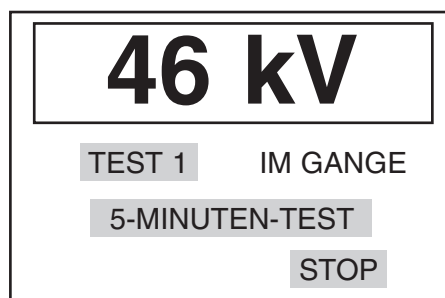

Abbildung 6 Bildschirm: Anliegende prüfspannung
2. Nach Ablauf der Anfangsstezeit wird die Prüfhochspannung eingeschaltet und an die Ölprobe gelegt. Es erscheint ein Bildschirm mit 'TEST 1', der der Darstellung in Abbildung 6 ähnlich ist.
2. Nach Ablauf der Anfangsstehzeit wird die Prüfhochspannung eingeschaltet und langsam an die Ölprobe gelegt. Es erscheint ein Bildschirm, der der Darstellung in Abbildung 6 ähnlich ist.
2. Nach Ablauf der Anfangsstezeit wird die Prüfhochspannung eingeschaltet und an die Ölprobe gelegt. Es erscheint ein Bildschirm, der der Darstellung in Abbildung 6 ähnlich ist.
4. Der Bildschirm nimmt nun das in Abbildung 6 dargestellte Standardformat an. Bei Betätigung der rechten Taste kehrt der Benutzer zum Hauptmenü zurück. Nach Erreichen der oberen Spannungsgrenze erscheint auf dem Display die verstrichene Zeit, während derer die Spannung bereits angelegen hat, bis eine Minute vorbei oder ein Durchschlag aufgetreten ist.